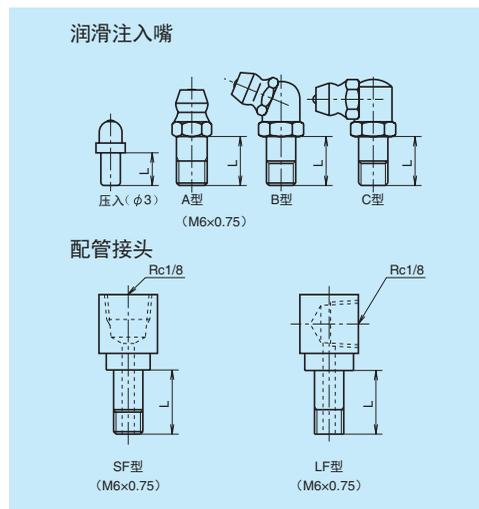

图 11 润滑注入嘴和专用配管接头
润滑脂注入嘴和专用配管接头如图 11、表 11 所示。根据双密封、护板，NSK K1 等及防尘零件，备有颈长 (L) 不同的润滑用零件。